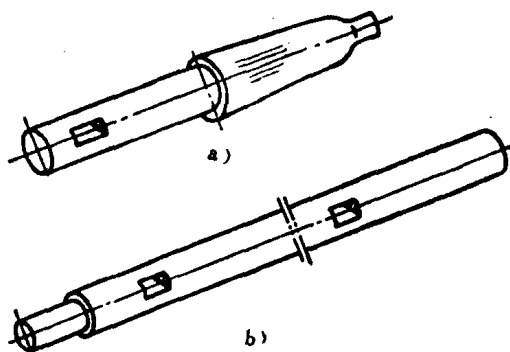

图1-29 镗刀杆
2) 镗刀杆 它是镗削加工不可少的工具,分为单头镗刀杆、双头镗刀杆两种,见图1-29。